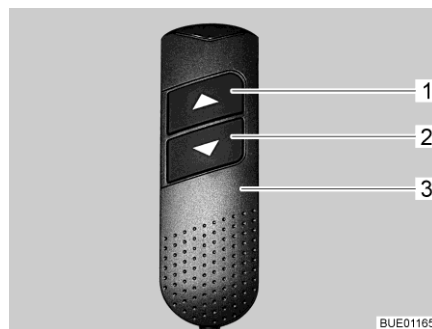

Bild 110 Bedienteil (Hubbett)
- Am Bedienteil (Bild 110,3) beide Pfeiltasten (Bild 110,1 und 2) gleichzeitig drücken und so lange gedrückt halten, bis das Hubbett ganz nach unten gefahren ist. Nach dem Loslassen der Tasten ertönt zur Bestätigung ein Piepton.
*Hubbett öffnen:* ■ Am Bedienteil (Bild 110,3) die untere Pfeiltaste (Bild 110,2) drücken und so lange gedrückt halten, bis das Hubbett in die Endstellung nach unten gefahren ist.
*Hubbett schließen:* ■ Am Bedienteil (Bild 110,3) die obere Pfeiltaste (Bild 110,1) drücken und so lange gedrückt halten, bis das Hubbett in die Endstellung nach oben gefahren ist.
- Hubbett mit den Pfeiltasten (Bild 110,1 bzw. 2) kurz in der entgegengesetzten Richtung fahren.